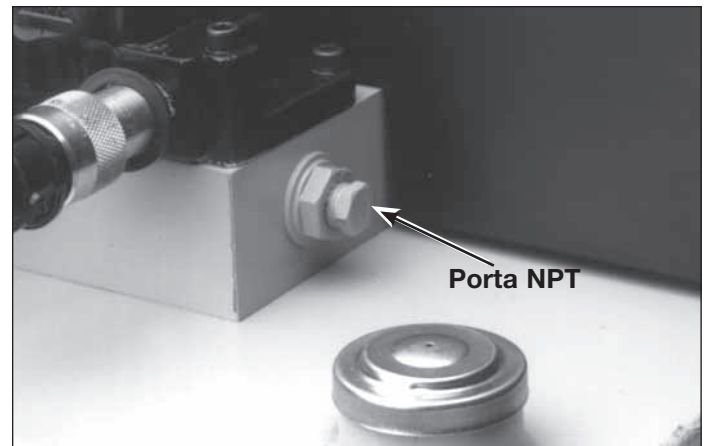

Figura 4, bloco de montagem da válvula
6. **Porta de retorno ao tanque** — Uma porta de 3/8" NPT é fornecida na lateral do bloco de montagem da válvula, conforme apresentado na Figura 4, para conexão das linhas do tanque para válvulas remotas.